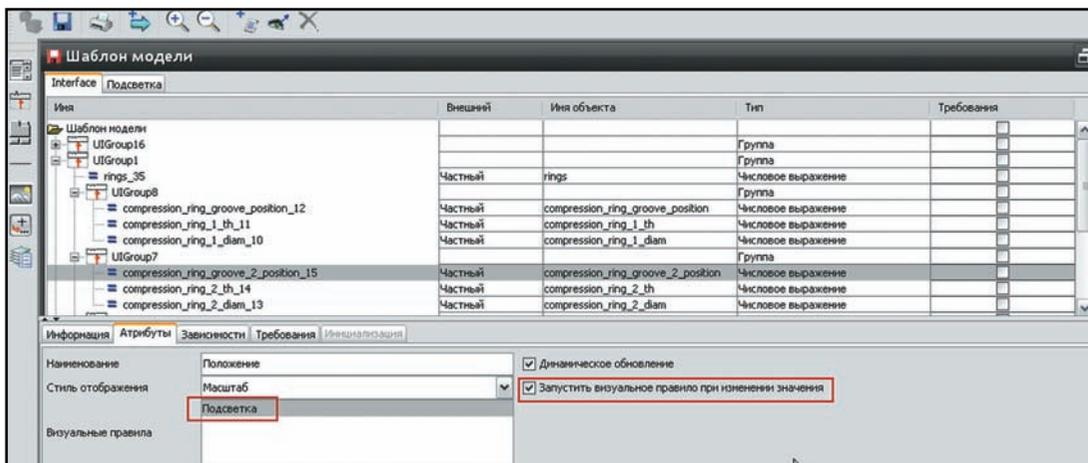

Рисунок 10.66 Привязка визуального правила к переменной
- Вернитесь обратно на вкладку создания интерфейса шаблона и, выделив по очереди параметры, отвечающие за управление проточкой, включите опцию **Запустить визуальное правило при изменении значения**, а в списке **Визуальные правила** выберите только что созданное правило (рис. 10.66).